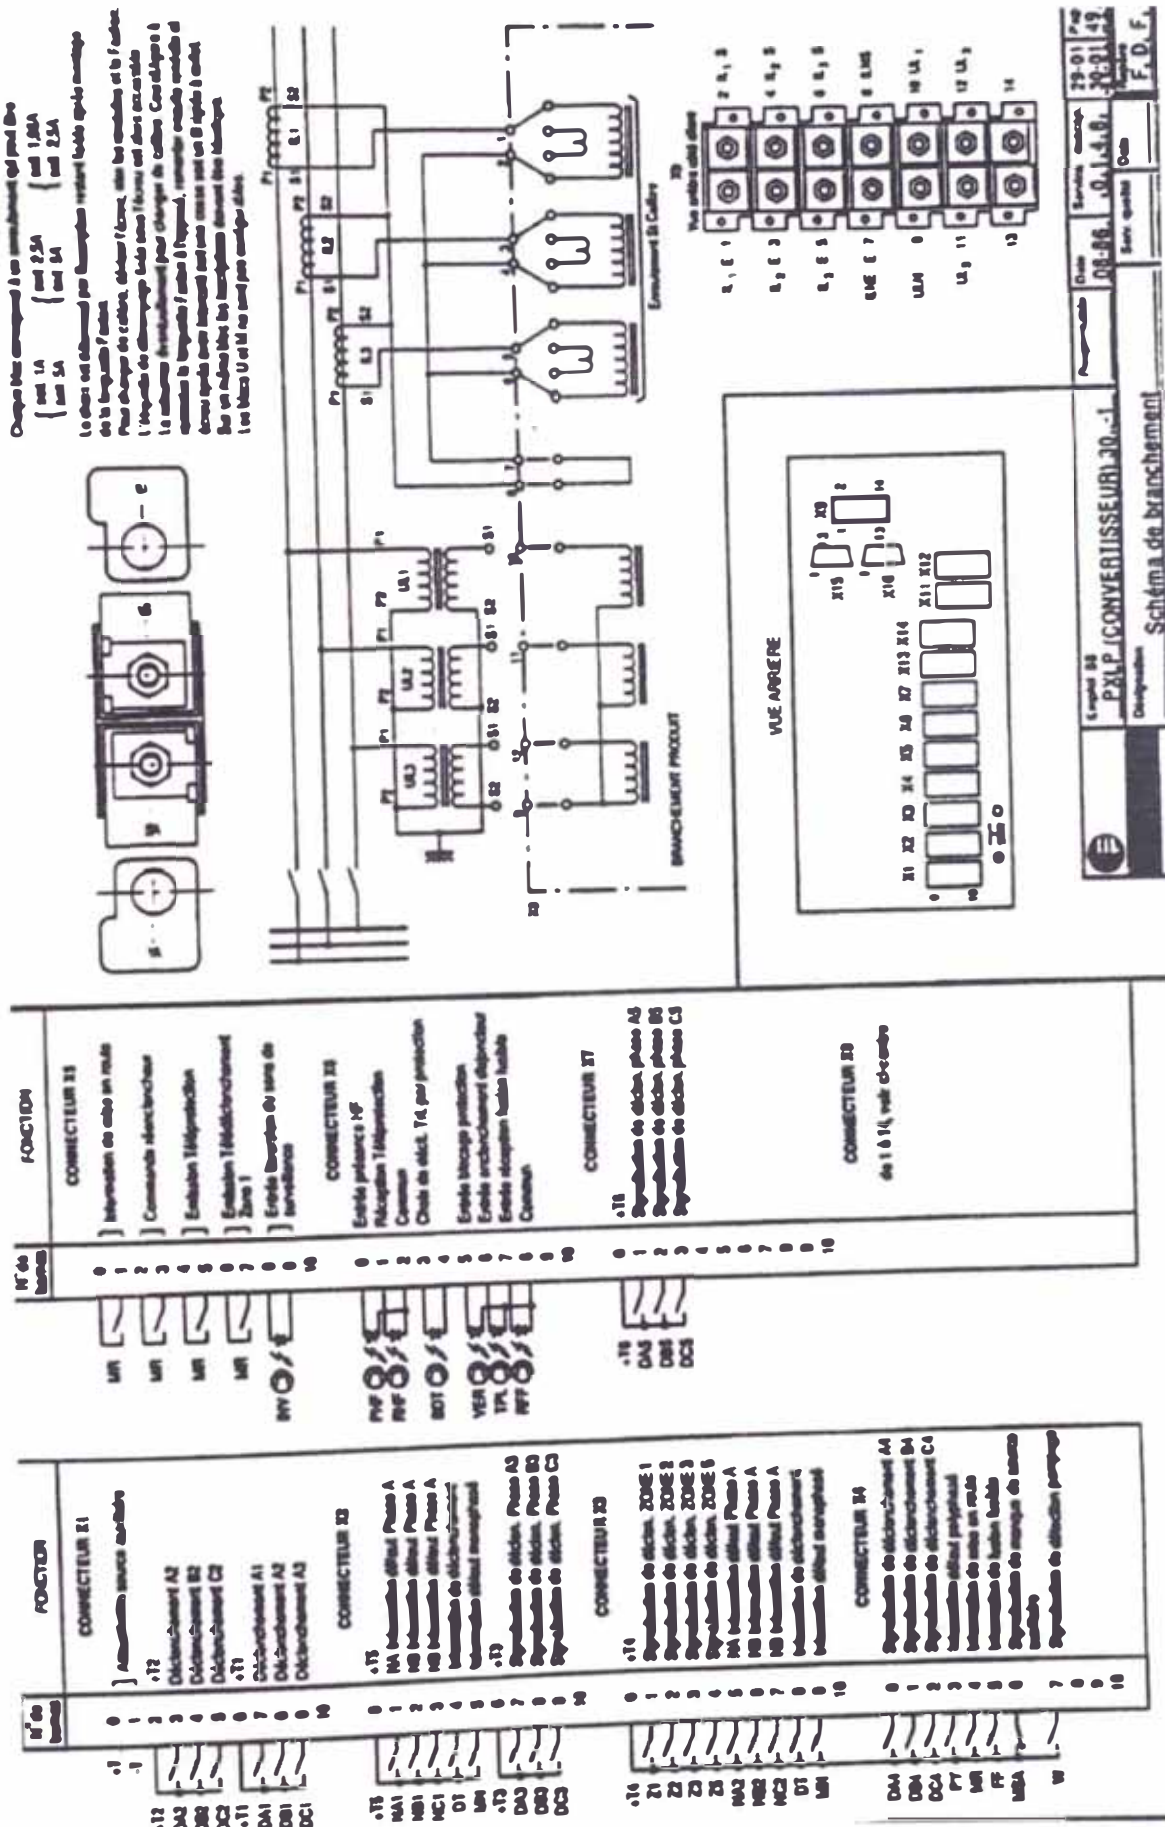

Figura V.11
- Para hacer los conexionados uno debe referirse al plano de la subestación, sin embargo como referencia se muestra en la figura V.11 las conexiones del relé PXL P.